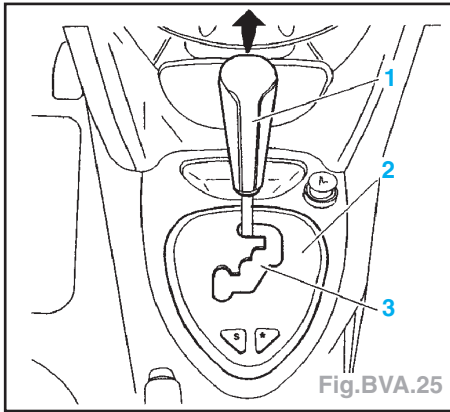
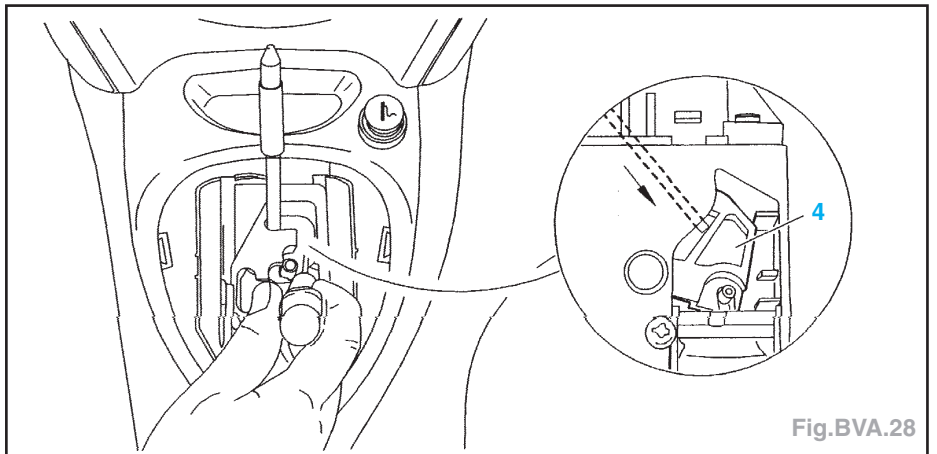

Fig. BVA.25
Fig. BVA.28
- la traverse (7),
- la ligne d'échappement (8),
- l'écran thermique (9).
- Déposer (Fig.BVA.25) :
- le pommeau (1) du levier (tirer vers le haut),
- le cache (2) en déclippant et le rideau (3).
- Déposer (Fig. BVA.25) :
- le cache (2) en dépliant et le rideau (3)
- Déverrouiller le «shift lock» (4) avec un tournevis (Fig. BVA. 28).